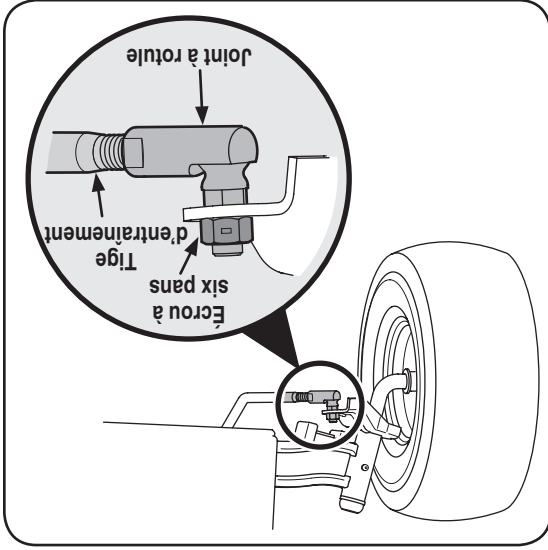

Figure 5-4
1. Enlevez l'écrou hex. sur le dessus du joint à rotule. Voir la Figure 5-4.